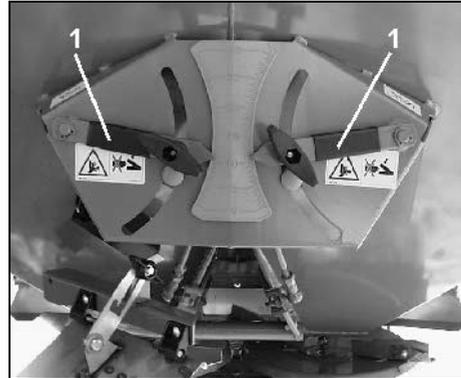

Fig. 61
- Schieberstellung „11“ über die Stellhebel (Fig. 61/1) einstellen.